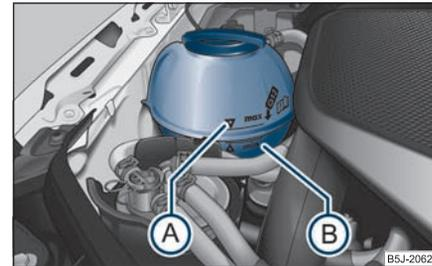

Abb. 179 Motorraum: Kühlmittel-Ausgleichbehälter
- Prüfen Sie den Kühlmittelstand am Kühlmittel-Ausgleichbehälter \Rightarrow Abb. 179. Der Kühlmittelstand muss bei kaltem Motor zwischen den Markierungen „MIN“ (B) und „MAX“ (A) liegen. Bei warmem Motor kann er auch etwas über der Markierung „MAX“ liegen.
- Legen Sie einen Lappen auf den Verschlussdeckel des Kühlmittel-Ausgleichbehälters ⇒ Seite 189, Abb. 179 und schrauben Sie den Deckel **vorsichtig** links herum ab ⇒ .